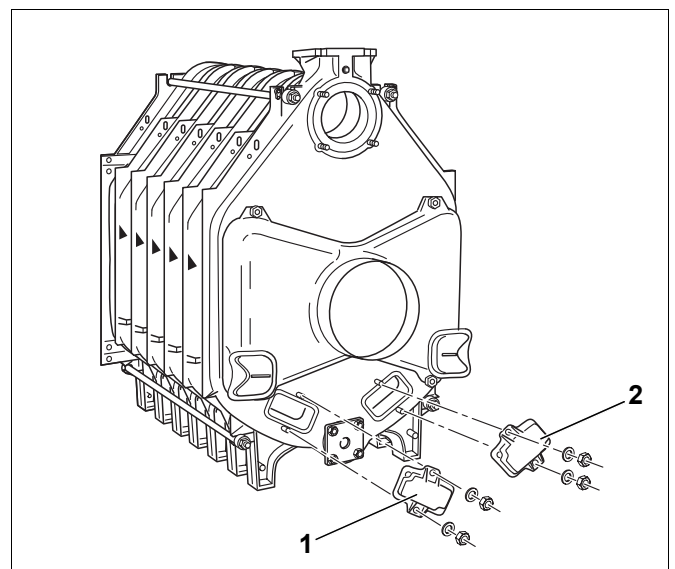

Fig. 30 Montaggio dei coperchi di pulizia
- avvitare nuovamente i coperchi di pulizia sull'elemento posteriore con rondelle e dadi (fig. 30, [1] e [2]).